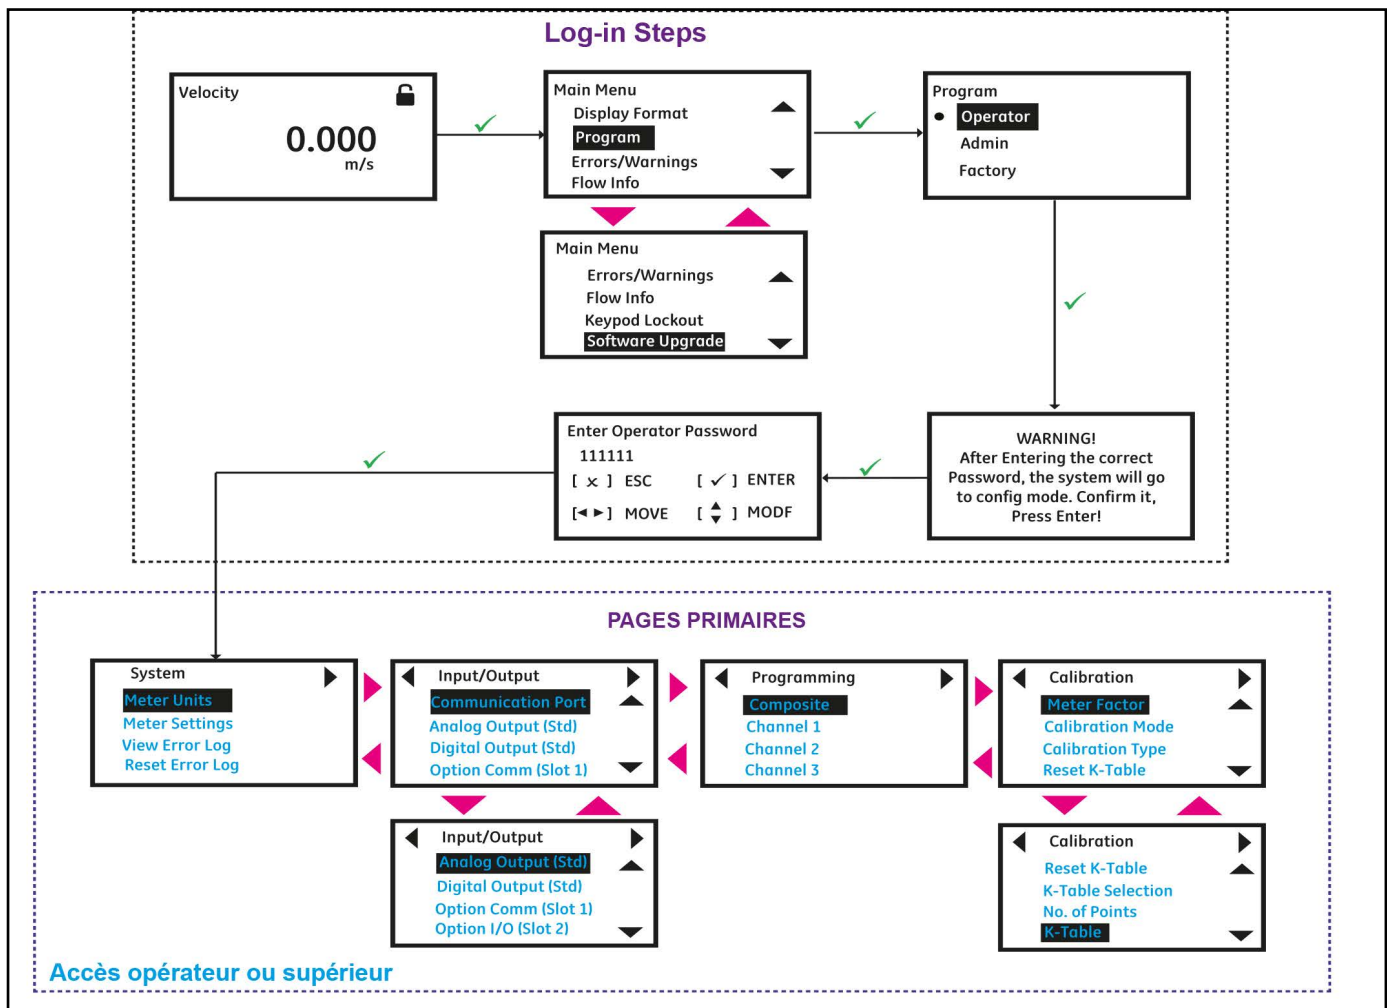

Figure 27 : Étapes de connexion et pages principales
5. Une fois les étapes de connexion terminées, vous verrez les pages principales telles qu'elles apparaissent dans *Figure 27*. Pour passer d'une page à l'autre, appuyez sur [◀] ou [▶] et pour faire défiler les options d'une page, appuyez sur [▲] et [▼].